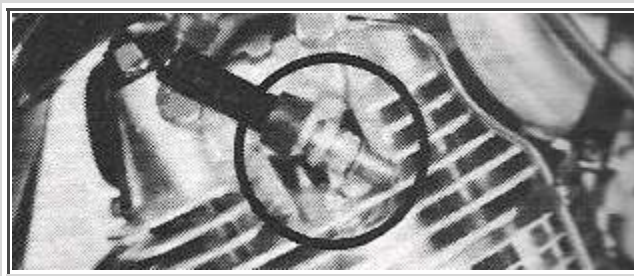

Fig. 3
2. Conectar la pipa a la bujía y tocar con la base de la bujía en una buena masa, como puede ser la culata de uno de los cilindros (**Fig. 3**). Colocar la bujía de tal forma que se pueda observar el electrodo.